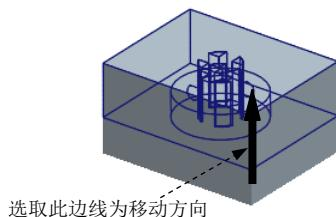

图 18.23 选取移动方向
(1) 按住 Ctrl 键，在模型树中选取 INSERT_01_MOLD.PRT、INSERT_02_MOLD.PRT、INSERT_03_MOLD.PRT、INSERT_04_MOLD.PRT 和 UPPER_MOLD.PRT。此时步骤 1 中要移动的元件模型被加亮。
(2) 在“选择”对话框中单击 **确定** 按钮。
Step4. 在系统 **通过选择边、轴或面选择分解方向** 的提示下，选取图 18.23 所示的边线为移动方向，然后在系统 **输入沿指定方向的位移** 的提示下，输入要移动的距离值 50，并按回车键。